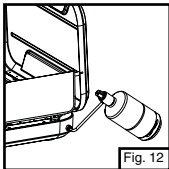

Fig. 12
- El cilindro de propano correctamente instalado. (Fig. 12)